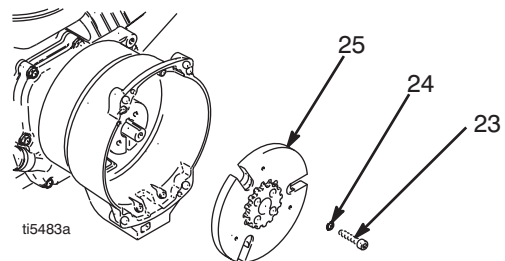

FIG. 7
8. FIG. 7. Använd en slagnyckel eller kila in något mellan kopplingsarmaturen (25) och kopplingshuset (19) som låser motoraxeln under demonteringen.
9. Skruva bort fyra skruvar (23) och låsbrickor (24).